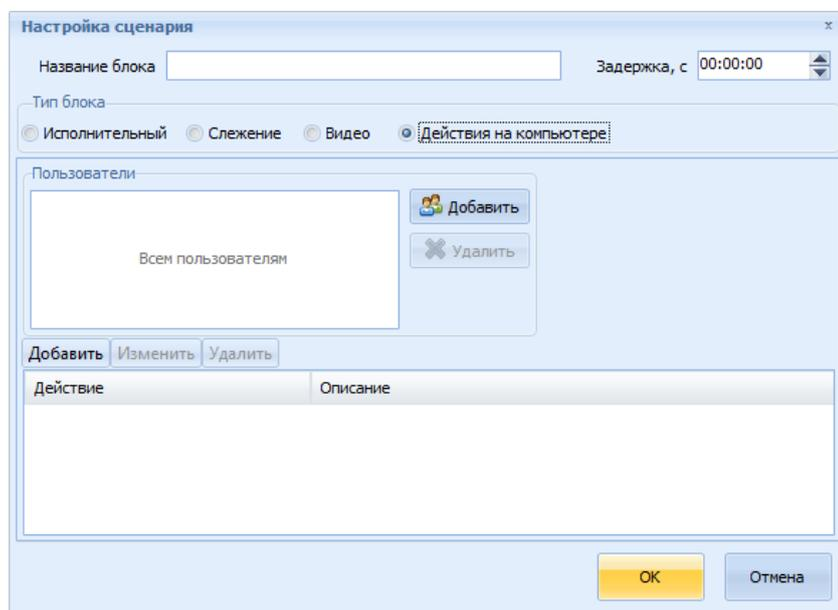

Рисунок 9.47 – Окно «Настройка сценария», блок Действие на компьютере
- 3) в окне «Настройка сценария» в поле **Пользователи** нажать кнопку «Добавить» (рисунок 9.47).